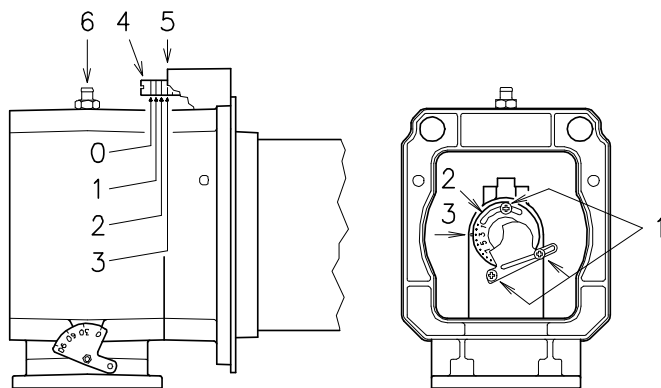

Fig. 15
- Rodar o parafuso 4) (Fig. 15) até que coincida a marca encontrada com o plano anterior 5) do flange.
Para facilitar a regulação, aliviar o parafuso 6) (Fig. 15), regular e depois bloquear.
- Aliviar o parafuso 1) (Fig. 15) e rodar o disco 2) até que coincida a marca encontrada com o índice 3).
O diagrama indica a regulação perfeita do aro 2)(Fig. 15). Se a pressão da rede de alimentação de gás é muito baixa e não permite que seja alcançada a pressão indicada na pág. 21 à potência MÁX, e se o aro 2)(Fig. 15) ó está parcialmente aberto, ainda é possível abrir o disco 1 ou 2 marcas.
Seguindo o exemplo da pág. 22, pode-se observar que para um queimador TECNO 100-GM com potência de 900 kW é necessária uma pressão aproximada de 5,5 mbar no conector fêmea 6)(Fig. 15).
Se não se dispõe da referida pressão, abrir o disco 2)(Fig. 15) de 4-5 marcas.